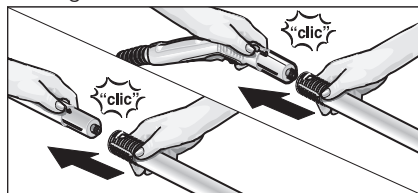

Fig. 3: Påsætning af forlængerrøret
- Benyt forlængerrøret (G1) om nødvendigt. Monter til det formål et resp. to forlængerrør (G1) på damp pistolen (C1) (se fig. 3). Skub derefter det ønskede stykke tilbehør (D1,E1,F1,H1) på den frie ende af forlængerrøret.